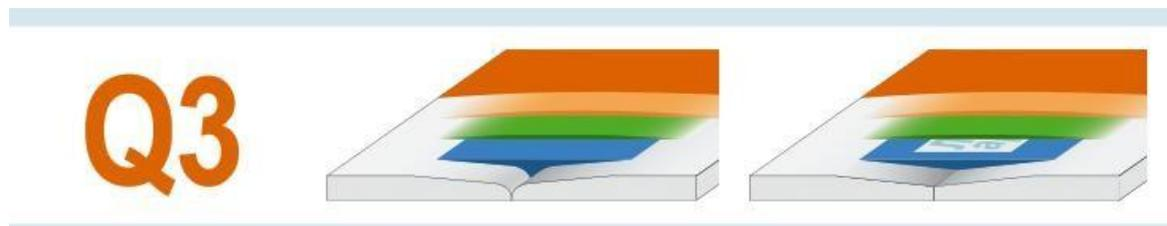

Рис.3
- Уровень качества зашпаклеванной поверхности должен соответствовать стандарту качества Q3 (рис.3).